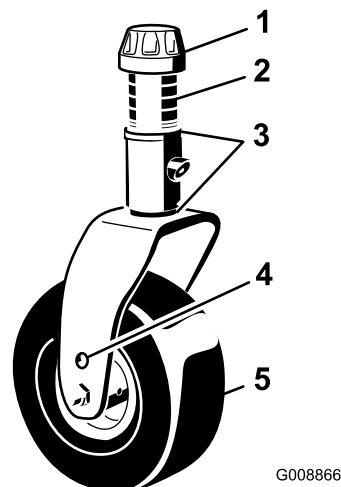

図 14
11. ステッカーに表示されている刈り高になるよう、3 mm のシムで調整する (図 14) ; 「カッティングユニットのピッチの調整」を参照。